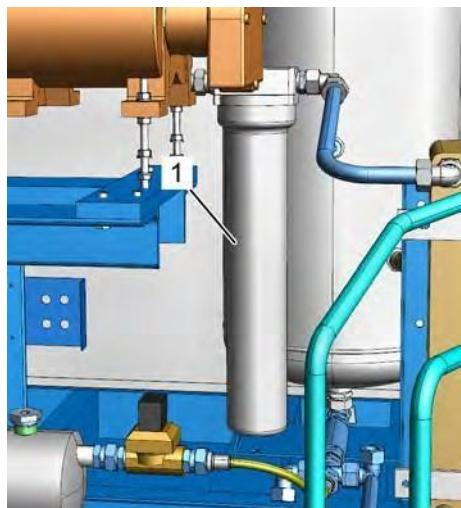

Рис. 50: Извлечение фильтра тонкой очистки
6. ► При помощи ленточного ключа отсоедините старый фильтр тонкой очистки (Рис. 50/1) и извлеките его.
10. ► От руки затяните новый фильтр тонкой очистки (Рис. 50/1).